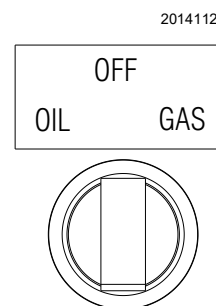

Рис. 33
- Переключатель топлива в положение «ГАЗ» (Рис. 33).